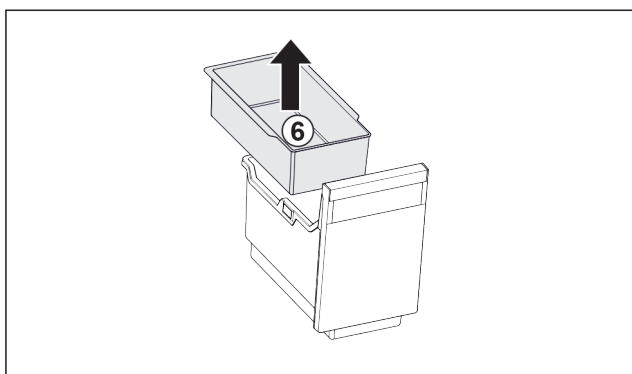

Fig. 42
- Einhängeschale Fig. 42 (6) entnehmen.